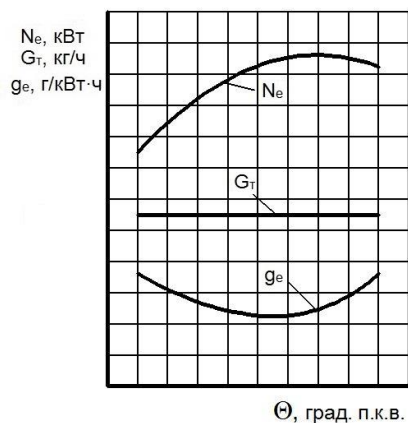

Рисунок 5 – Регулировочная характеристика дизеля по углу опережения впрыскивания топлива
28. Регулировочная характеристика дизеля по углу опережения впрыскивания топлива (рис. 5) – это графическая зависимость ...